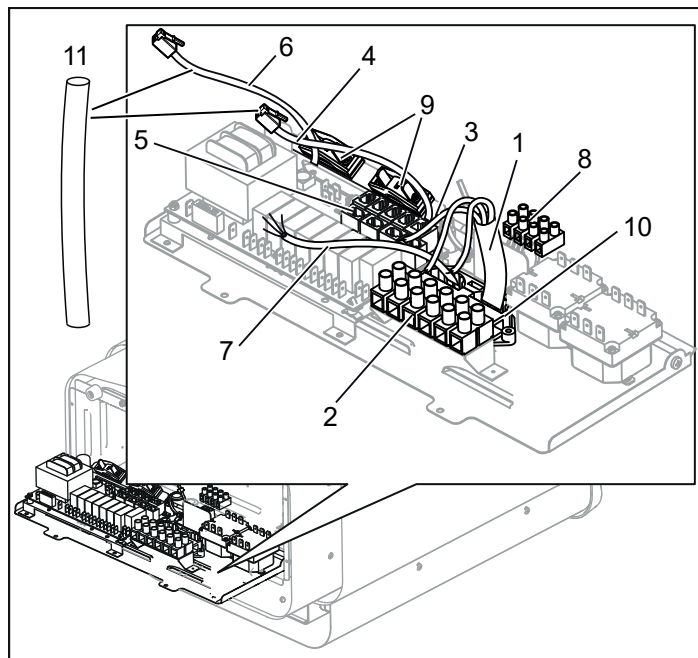
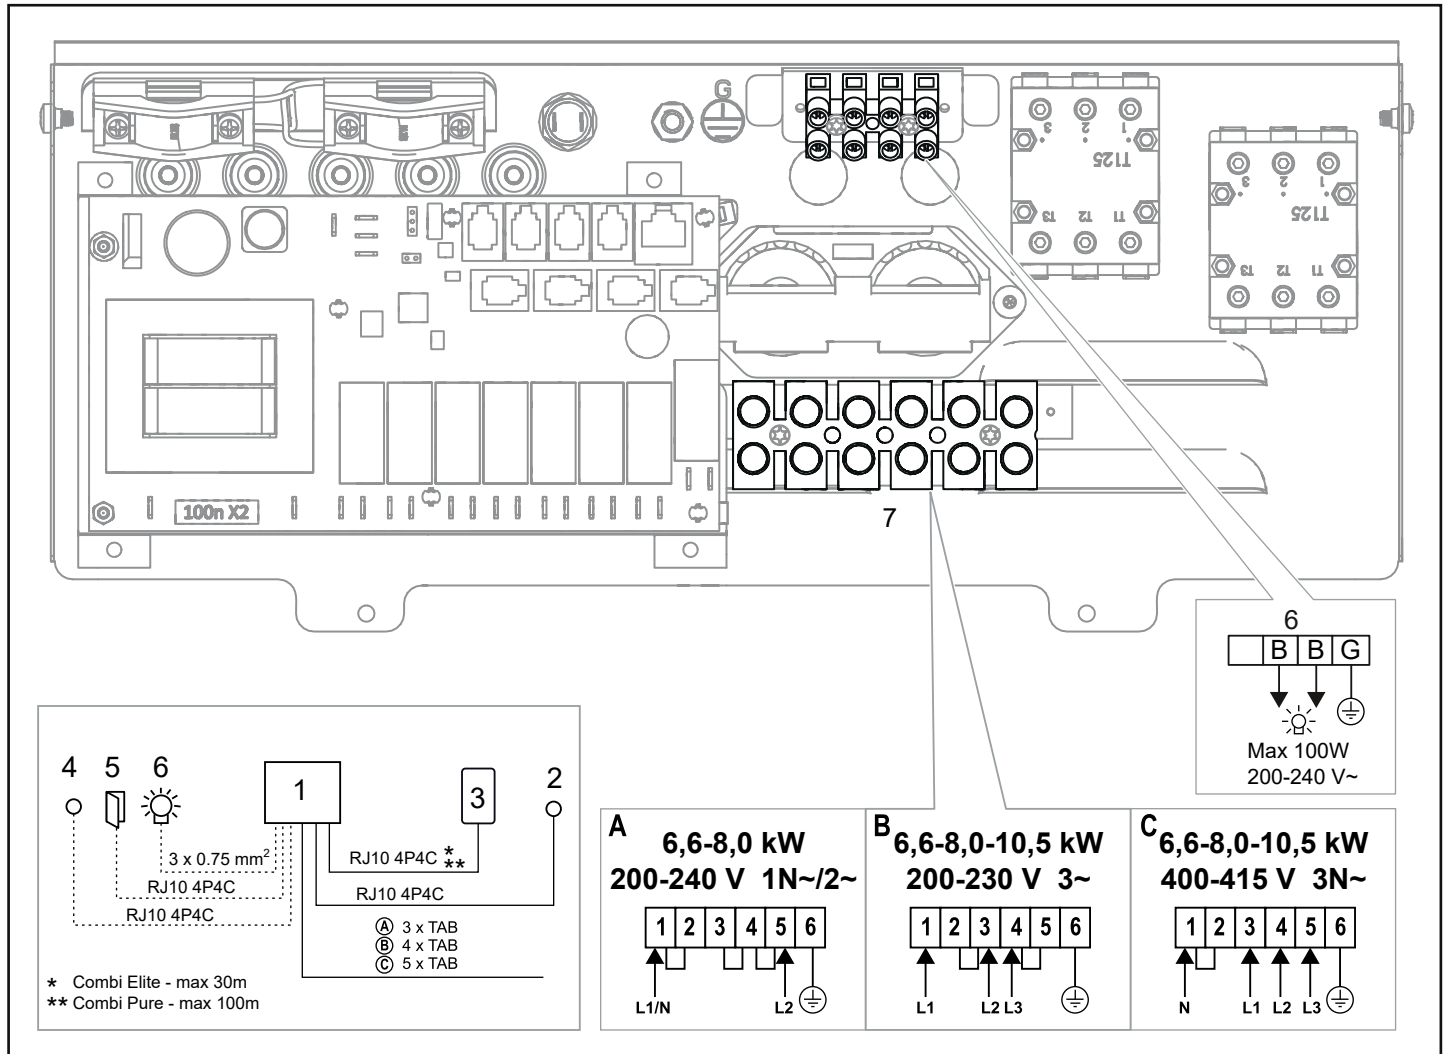
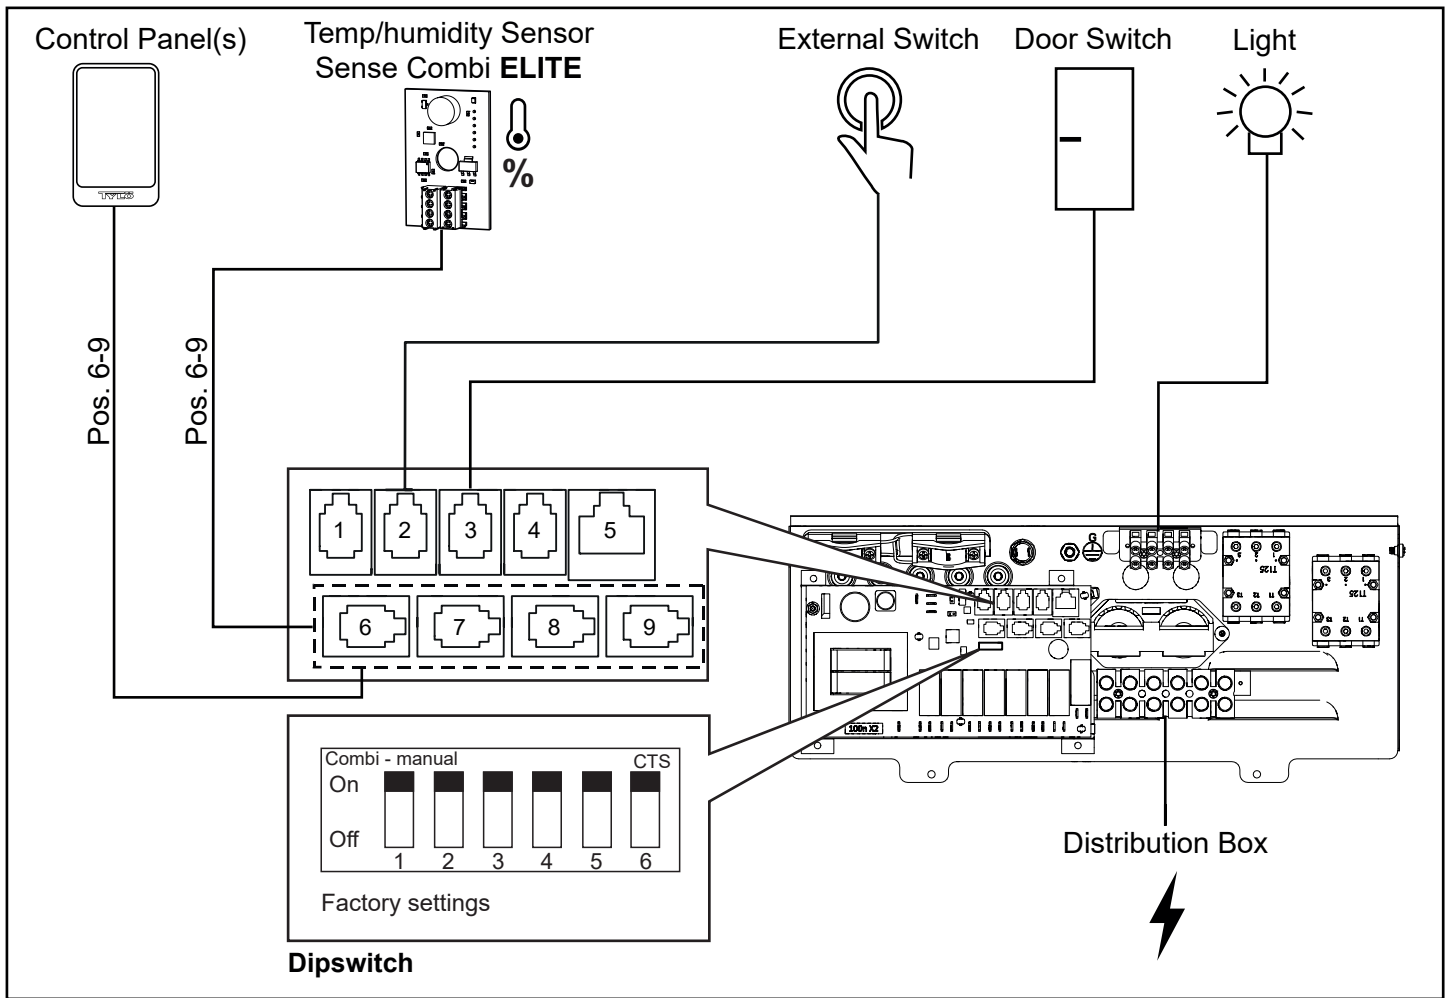

Abbildung 10: Leiterplatte
Abbildung 17: Schaltplan
Abb. 19. Schaltplan Sense Combi Elite
4. Verbinden Sie das Elektrokabel (siehe Abbildung 10), wie im Schaltplan gezeigt (siehe Abbildung 17).
5. Führen Sie die Kabel für das Bedienpanel und den Temperaturfühler durch die Kabeltüllen (siehe Abbildung 10). Verbinden Sie das Kabel des Bedienpanels mit einem der vier RS485-Kontakte (Positionen 6-9) (siehe Abbildung 19, 20).
**Combi Elite:** Verbinden Sie das Kabel des Feuchtigkeits- und Temperaturfühlers mit einem der vier RS485-Kontakte (Positionen 6-9) (siehe Abbildung 19).
7. Verbinden Sie das Lichtkabel (sofern relevant), (siehe Abbildung 10), wie im Schaltplan in Abbildung 17 gezeigt.
Wenden Sie sich an den Tylö Kundendienst, bevor Sie Spannungen oder Phasennummern anschließen, die nicht im Schaltplan in Abbildung 17 abgebildet sind.